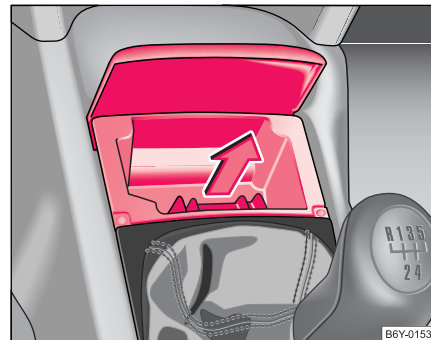

Fig. 65 Consola
- Levantar la tapa del cenicero y sacar el suplemento de cenicero hacia arriba en el sentido de la flecha ⇒ fig. 65.